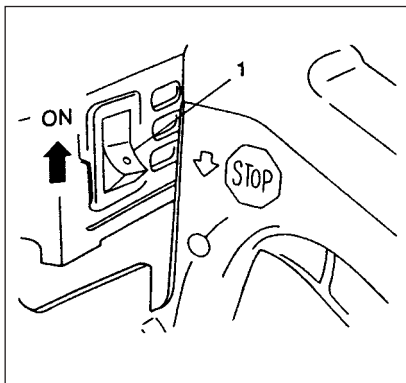

Рис. 2-2
### Пуск (Рис. 2-2, 2B, 3, 4, 4B)
1. Установить выключатель зажигания (1) в положение ON (ВКЛ). (Рис. 2-2)